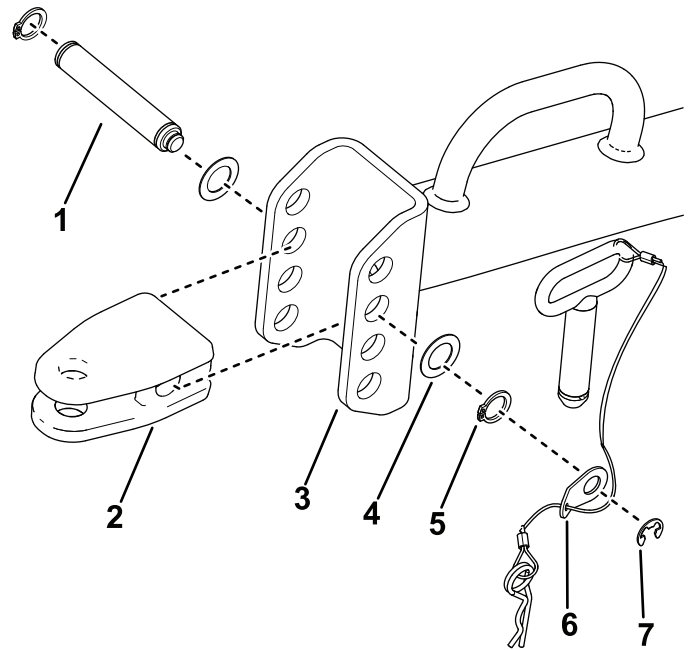

Bild 41
1. Entfernen Sie die oben abgebildeten Komponenten (**Bild 41**).
3. Befestigen Sie den Lastösenbolzen der Deichsel mit den in Bild 41 dargestellten Teilen an der Anhängerkupplung.